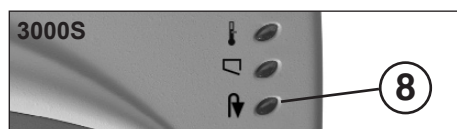

fig. 1
- 1 = Pulsador „Disponibilidad de servicio“ (fig. 1)
- 2 = Conmutador basculante (fig. 1) (hacia delante / hacia atrás)
- 4 = Indicación de control „Disponibilidad de servicio“ (fig. 1)
- 5 = Indicación de control „Atasco de material“ (fig. 1)
- 6 = Indicador de control “Sobrecarga del motor” (fig. 1)
- 7 = Indicación de control „Falta recipiente“ (fig. 1)
- 8 = Indicación de control (fig. 1) „Recipiente lleno“ / „retroceso“
- Poner en marcha la máquina pulsando el pulsador (1) (fig. 1). La indicación de control (4) (fig. 1) se enciende.
**Nota:** Para la destrucción de láminas transparentes se tiene que conmutar la máquina manualmente a la marcha de avance (conmutar el conmutador basculante (1) (fig. 1) a la posición „↑“).
Una vez lleno el recipiente de recogida, se desconecta la máquina. La indicación de control (8) (fig. 1) se enciende.
- Retirar por delante el recipiente de recogida y vaciar su contenido en el lugar previsto para ello. El indicador de control (7) (Fig. 1) se enciende.
Observe que el aparato esté siempre desconectado durante la noche (accionar el pulsador (1) (fig. 1)).
- El indicador de control (5) (fig. 1) se enciende.